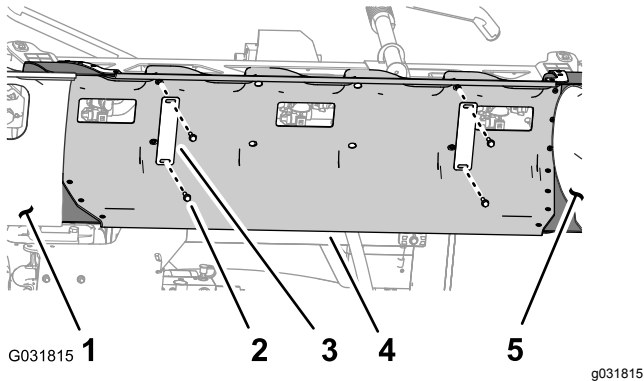

图 39
1. 在支撑住中央喷洒臂段护罩11 喷嘴的同时拆下将其固定到护罩支撑托架上的4个凸缘头螺栓5/16 x 1-1/4英寸和2个护罩箍带图39。